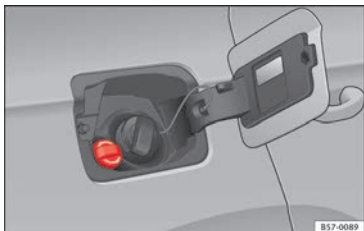

Abb. 236 Verschlussdeckel des AdBlue-Tanks
- Öffnen Sie die Tankklappe »» **Abb. 236**.
- Verschlussdeckel SCR-Einfüllstutzen nach links drehen »» **Abb. 236**.